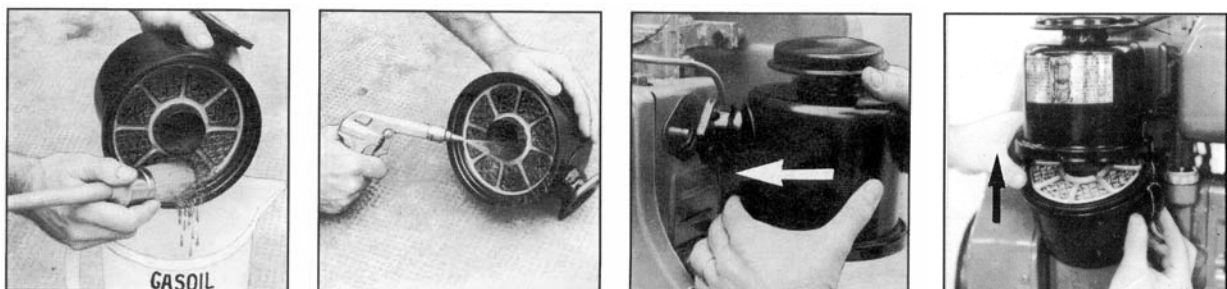

Рис. 19
9.2.2. Обслуживание верхней части воздушного фильтра (рис. 19):